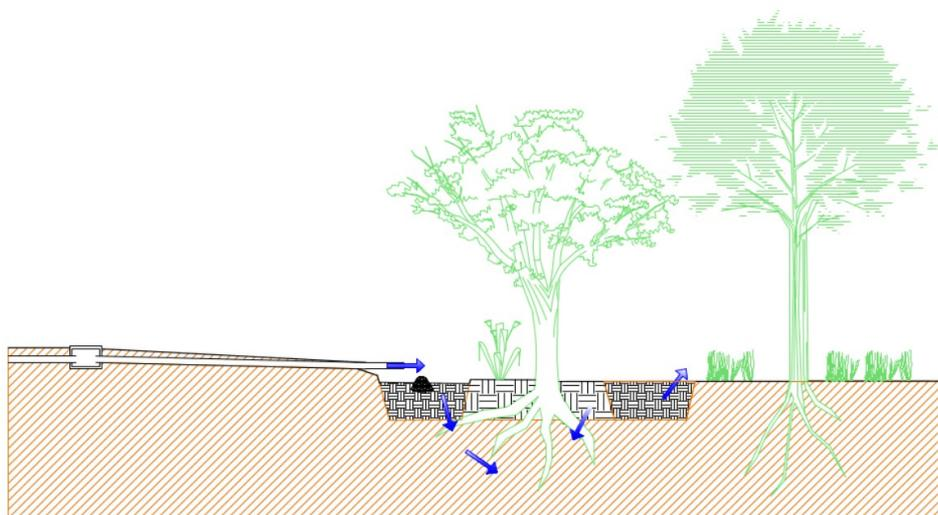

Fig. 11 : Schéma de principe du système de pédo-épuration, Schéma réalisé sur DraftSight par Anais Chesnau.
- Une explication pour le bon fonctionnement de la filière (gestion, entretien...) (fig.11).